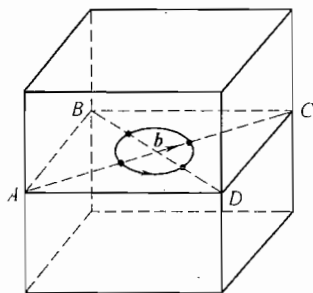

图 40-2 第三题第 3 小题图
3. 如图 40-2 所示的晶体中, $ABCD$ 滑移面中央有一个位错环, 位错线方向为逆时针方向, 其柏氏矢量 \mathbf{b} 平行于 AC 。